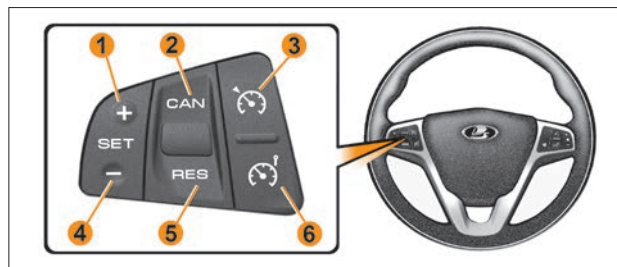

Рис. 1. Блок управления «Круиз-контроль» и «Ограничитель скорости»
- выключатель «» – включение/выключение круиз-контроля (рис. 1, поз. 3);
- выключатель «» – включение/выключение ограничителя скорости (рис. 1, поз. 6);
- выключатель «**SET+ / SET-**» – установка и увеличение скорости 1 и 4 (рис. 1);